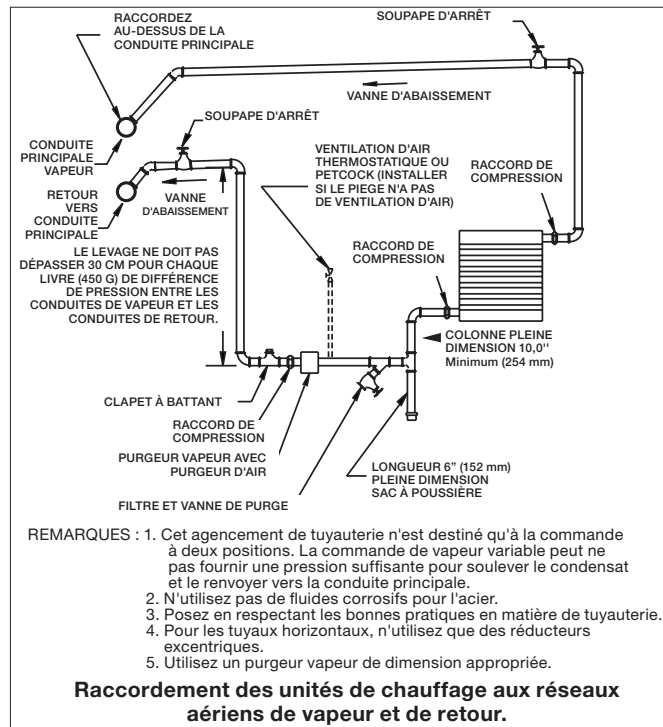
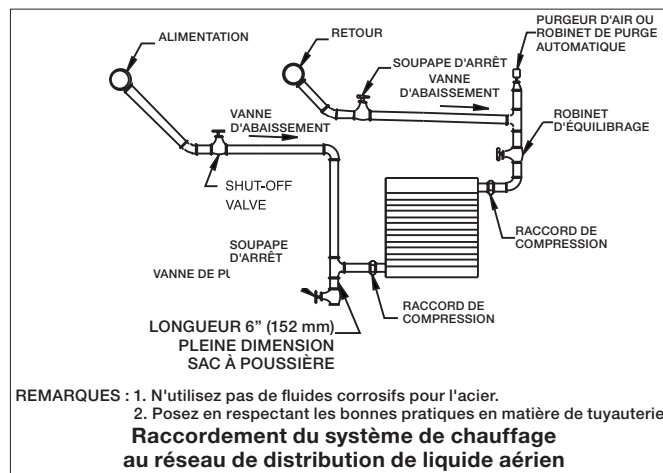
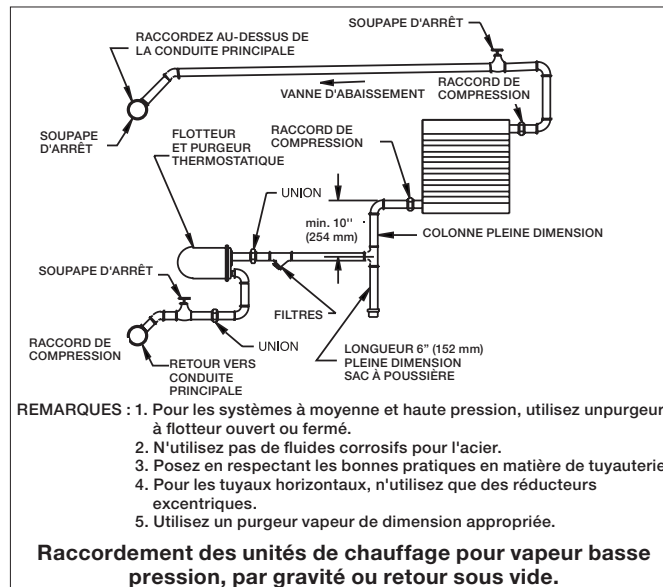

Figure 4
Figure 5
Figure 6
- 6.2 Consultez les sections Figure 4, page 25, Figure 5, et Figure 6, page 25 pour les applications typiques en tuyauterie.